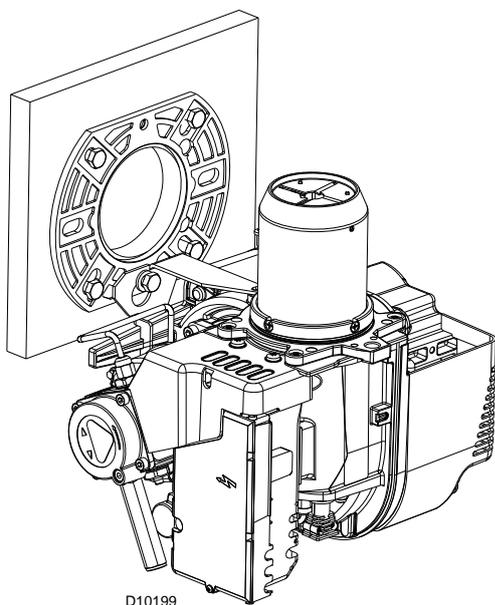

Fig. 10
- mettre le brûleur en position d'entretien comme illustré sur la Fig. 10.
Pour faciliter l'entretien, placer le brûleur comme illustré sur la Fig. 10 à page 13.